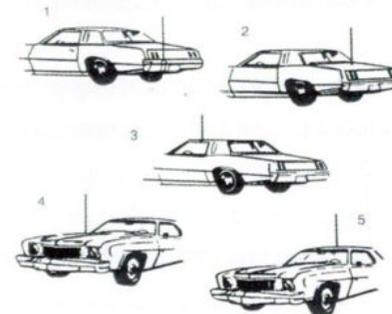

Рис. 4. Типичные места установки штырей автомобильных антенн.
От места установки штыря антенны (далее - антенна) зависит ее диаграмма направленности (см. Рис. 4). При установке антенны на середине крыши, диаграмма направленности приближается к круговой. Если антенна установлена на правом краю крыши, то ее диаграмма и максимальное усиление будет направлено влево от оси автомобиля. При размещении антенны на заднем багажнике ее диаграмма будет направлена вперед.
На рис. 4 показаны пять типичных мест установки автомобильной антенны: (1) задний бампер, (2) задняя крышка багажника, (3) кронштейн на отбортовке для стока воды, (4) капот, (5) крыша.